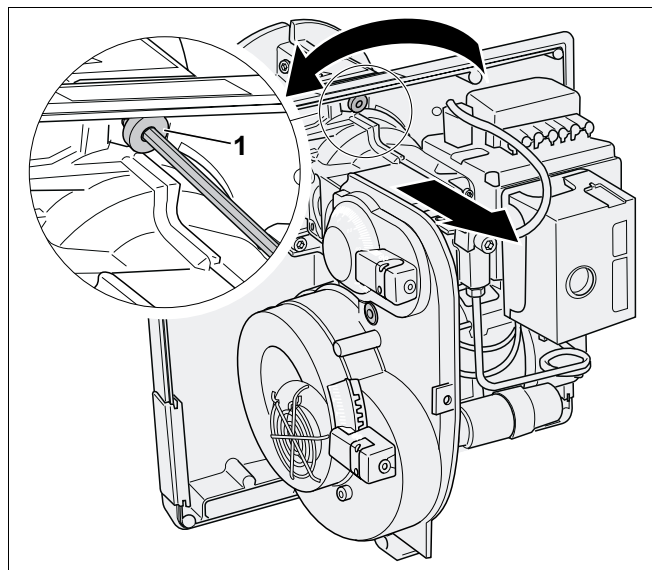

Fig. 18 Se înlătură arzătorul cu placa de bază
- Se desfac șuruburile de service cu ajutorul cheii hexagonale (SW 4) cu o jumătate de rotație (Fig. 18, **Poz. 1**).
- Arzătorul se rotește spre stînga și se separă de țeava arzătorului (Fig. 18).